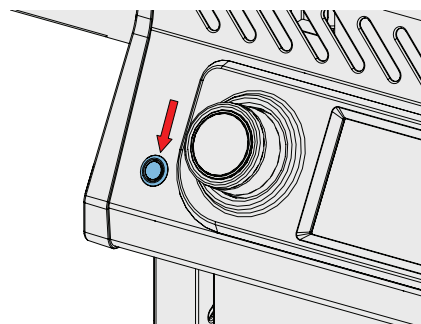

Fig. 5
2. Zorg ervoor dat uw apparaat is ingeschakeld. (Fig. 5)